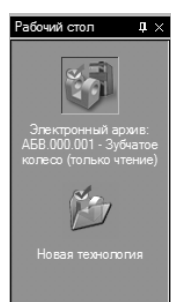

Рисунок 119
5. Нажмите кнопку **Рабочий стол**. Слева от панели справочников и программ появилась еще одна панель, содержащая наименования открытых ТП (рис. 119). Пиктограммы кнопок показывают состояние ТП и место их хранения1.